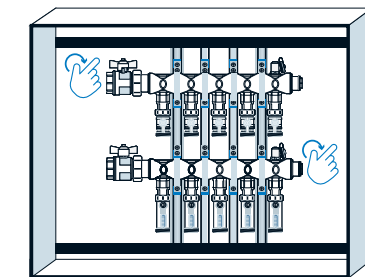

Figure 9: Assurez-vous que le rail se trouve derrière le support de montage supérieur
4. Faites pivoter le haut des supports verticaux du collecteur vers la droite ou la gauche afin qu'ils glissent derrière le rebord du rail supérieur (voir **Figure 9**).